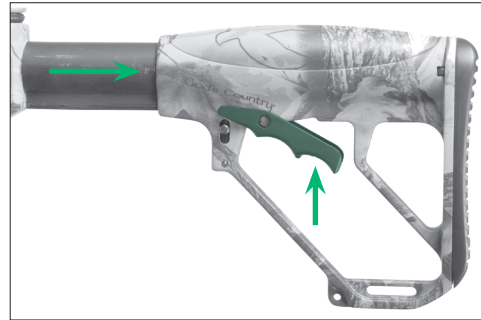

FIGURE 9
1. Appuyez sur le levier situé sous la crosse (Fig. 9).